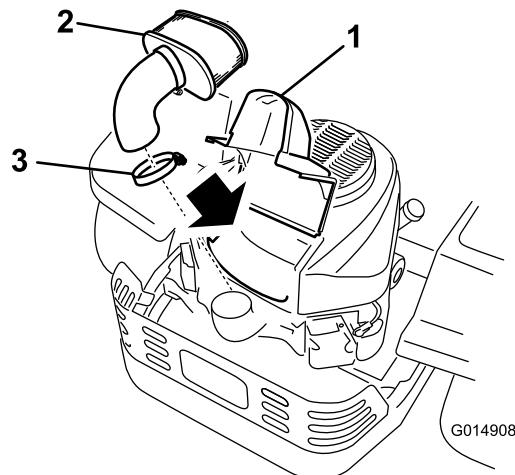

Figura 36
3. Para evitar qualquer dano, limpe à volta da cobertura do filtro de ar para impedir a entrada de impurezas para o interior do motor. Levante a cobertura e remova o dispositivo de abraçadeira de tubo que fixa a estrutura do filtro do ar ao motor (Figura 36).
4. Solte o dispositivo de abraçadeira de tubo e retire o elemento de papel (Figura 36).